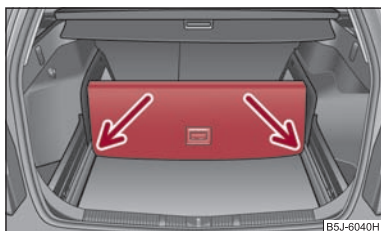

Fig. 65 Compartimentarea portbagajului
- Ridicați partea podelei cu mânerul și asigurați-o prin introducerea în caneluri ⇒ fig. 65. ■